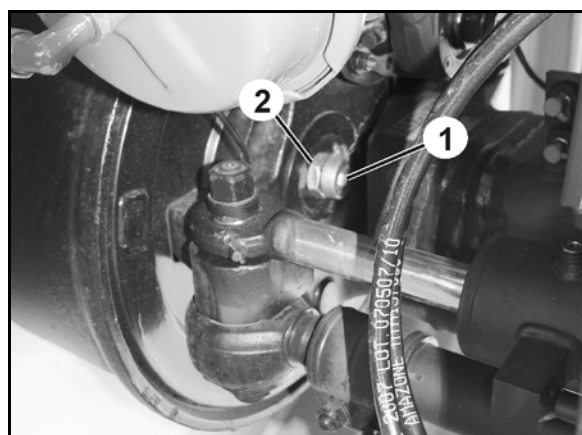

Fig. 45
AutoTrail-styrerreguleringen benyttes til å la sprøyten følge automatisk og nesten helt nøyaktig i traktorsporet. Systemet måler trekkstangens vinkel (Fig. 45/1) i forhold til traktorens kjøreretning.
1. Sett vinkelstangen (Fig. 45/2) i plasthylsen (Fig. 45/3).
2. Sett dreievinkelsensoren (Fig. 45/4) i festet (Fig. 45/5).